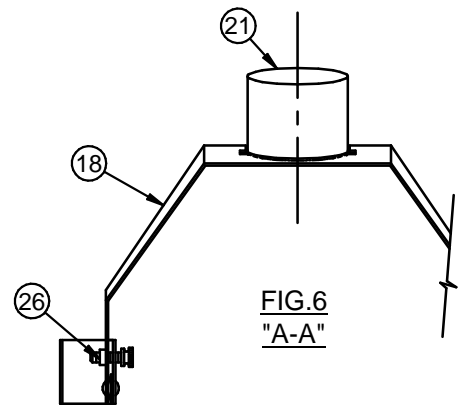

FIG. 6
8. Pour applications hermétiques et conformément aux exigences telles que celles du Code de l'Énergie de l'État de Washington, remplir l'espace entre le boîtier (3) et le plafond de mur sec (22) avec un mastic de silicone, du ruban, ou avec d'autres produits acceptables aux codes locaux. Le Gasket Kit de Progress Lighting P8587-01 (acheter séparément) peut être utilisé pour ce faire mais n'est pas obligatoire (Voir la Figure 6). Pour plus de détails consulter www.progresslighting.com/AT.
9. Desserrer les vis (21) pour modifier la position du boîtier selon l'épaisseur du plafond. Le fond du boîtier doit être au ras du plafond (22) conformément à la marge de tolérance. Pour applications dans plafonds épais, les couvercles des rainures (18) peuvent être tournés sur 180 degrés pour maintenir les exigences hermétiques ; la figure en « V » devrait toujours être orientée vers l'extérieur.